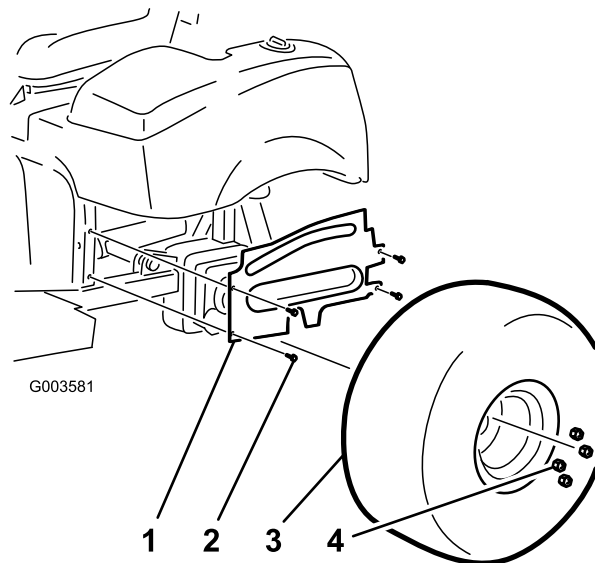

Bild 4
4. Nehmen Sie die vier Bundbolzen ab, mit denen die linke Radabdeckung am Rahmen befestigt ist (**Bild 4**). Nehmen Sie die Abdeckung ab und bewahren sie auf.